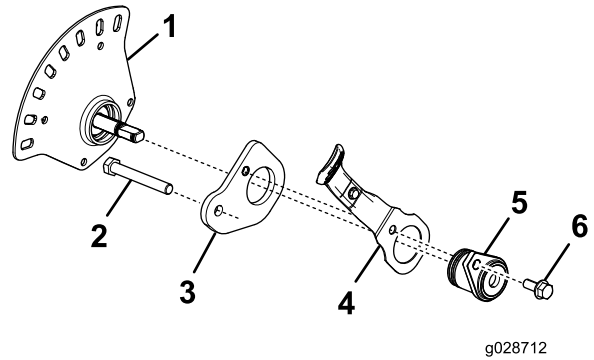

Figure 5
7. Assemblez les pièces du bloc de hauteur de coupe (Figure 5) avec la plaque de hauteur de coupe, la plaque de pivot arrière et le boulon (5/16 x 3/4 po) pris dans le kit.